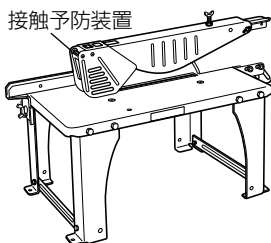

図 3
1. 丸のこベンチスタンド（接触予防装置付）C12－BS（図3）